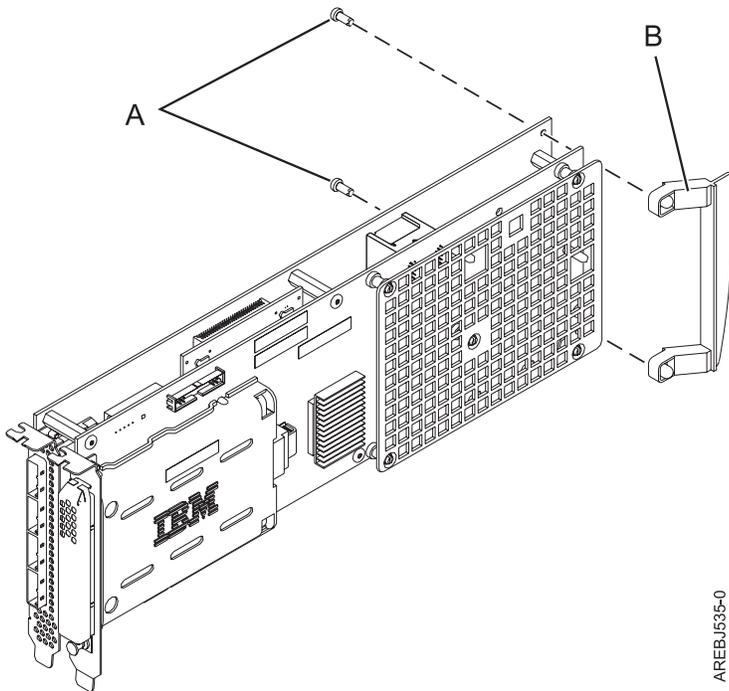

Figure 33. Fixation de la poignée d'un adaptateur pour cassette
- a. Retirez la poignée de l'adaptateur **B**, comme indiqué figure 33, à la page 44.